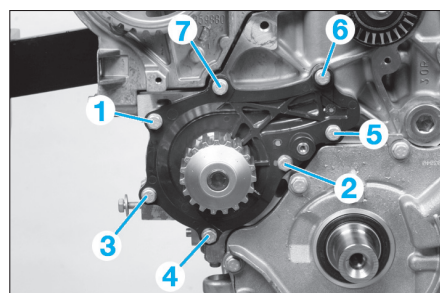

Fig. 22
- Déposer les sept vis de fixation de la pompe à eau et l'extraire (Fig.22).
- Respecter l'ordre de serrage (Fig.22).